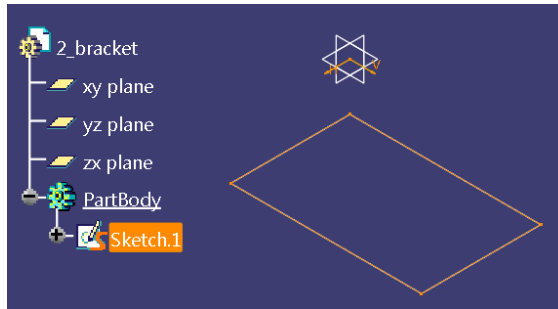

Bild 4.17 Grundskizze
6. Skizzierer verlassen: Verlassen Sie den *Sketcher (Skizzierer)* über die Funktion *Exit Workbench (Umgebung verlassen)*. Das erzeugte Profil wird im 3D-Raum angezeigt und ist automatisch selektiert (es erscheint orange). Der Strukturbaum wurde um den Eintrag *Sketch.1 (Skizze.1)* erweitert (Bild 4.17).